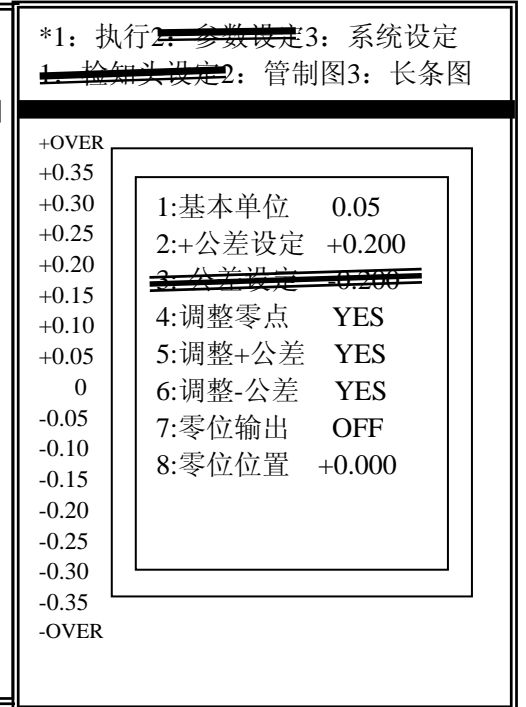

图1-108
(3) 按 到3: 一公差设定, 假如一公差为-0.20mm, 移动 使浮标箭头至-0.20位置后按 , 如图1-108所示。